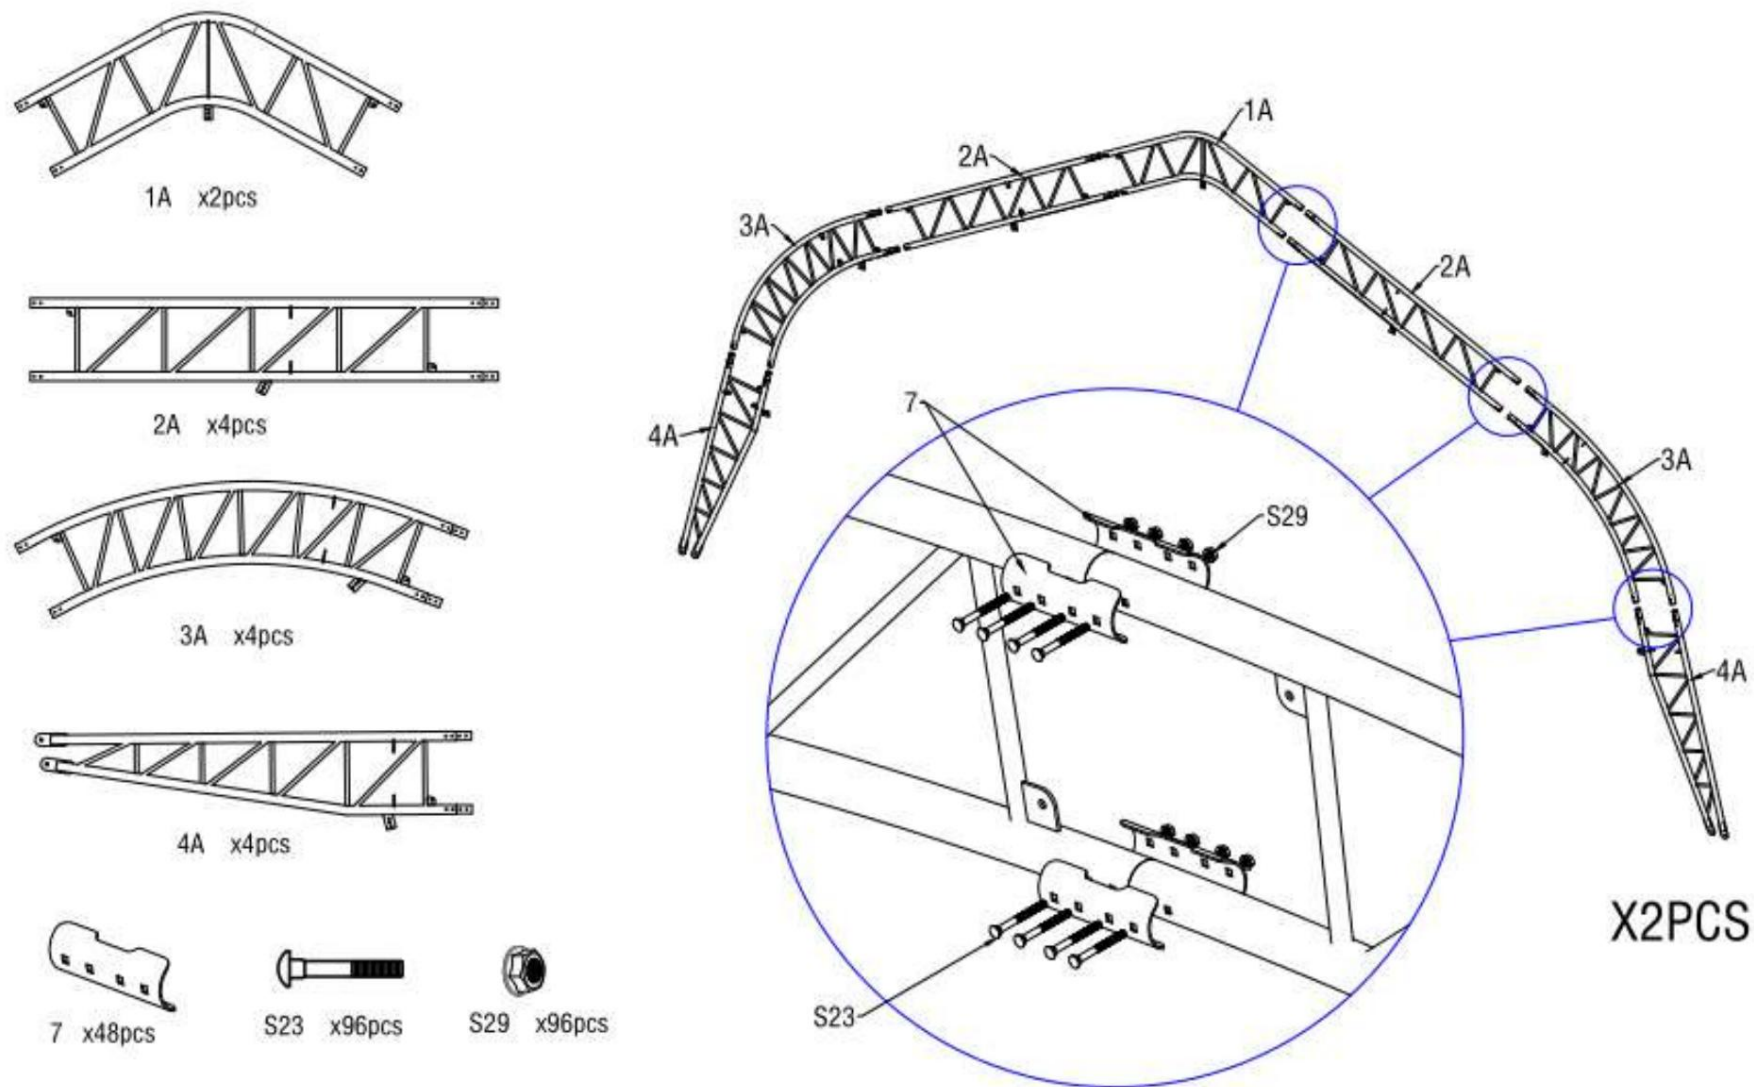

Figure 3
1. Comme indiqué sur la figure 3, repérez un tube supérieur de toit (n° 1A) au niveau des portes avant et arrière, deux tubes de courbure supérieurs de toit (n° 2A) au niveau des portes avant et arrière, deux tubes de courbure intermédiaires de toit (n° 3A) au niveau des portes avant et arrière, et deux tubes de courbure inférieurs (n° 4A) au niveau des portes avant et arrière. Assemblez ensuite le premier et le dernier groupe d'arches à l'aide de vis M8x80 (n° S23). NE PAS installer la vis sur la partie supérieure de la ferme, là où reposera la toile.